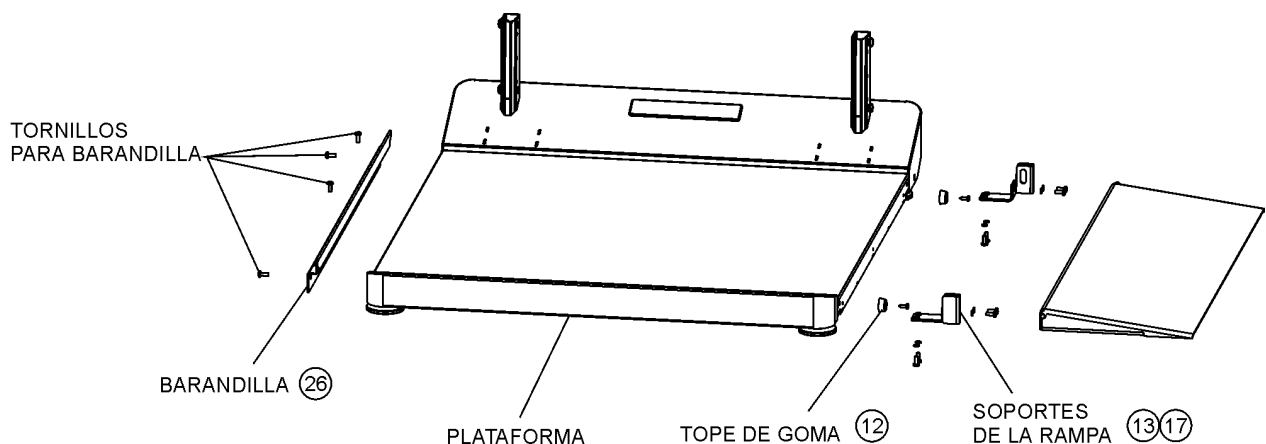

Figura 4. Moviendo la Rampa
1. Remueva la barandilla al final de la plataforma desatornillando 4 tornillos.(ver Figura 4)